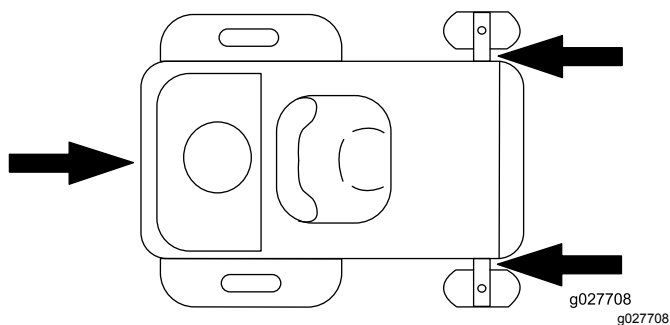

Figura 20
5. Amarre la máquina junto a las ruedas giratorias delanteras y el guardabarros trasero (Figura 20).